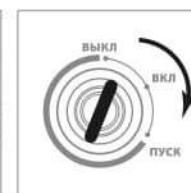

Рисунок 10.
- Запуск с помощью электростартера. Вставьте ключ зажигания в замок электростартера и поверните его по часовой стрелке до положения «ПУСК» (рис. 10). После запуска двигателя отпустите ключ зажигания, он автоматически вернется в положение «ВКЛ».